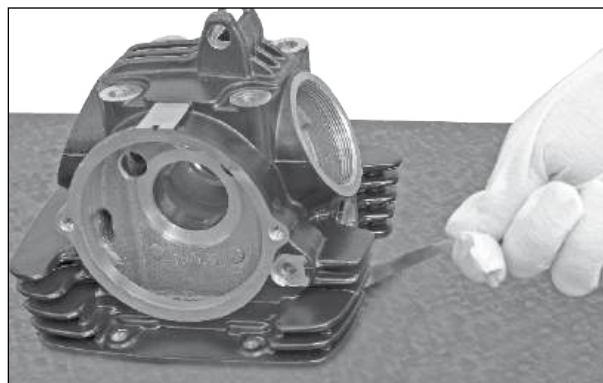

Fig. 3.62
- Inspecione a superfície de contato do cabeçote quanto a deformação. Para medir a deformação, mantenha a superfície de contato do cabeçote em uma superfície plana e insira o calibre de lâminas entre elas, conforme mostrado. (Fig. 3.62)